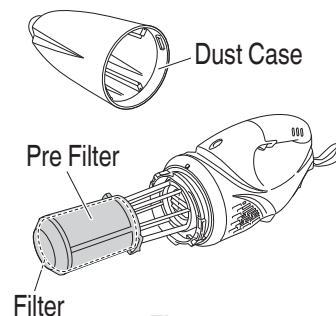

Fig. 12
1. Verify the filter (**Fig. 12**)